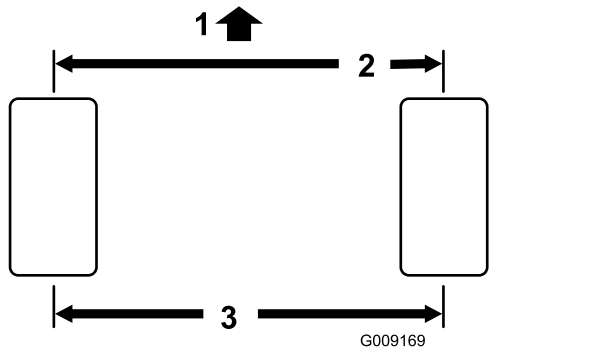

Bild 49
- Messen Sie den Abstand vorne und hinten an den Lenkreifen Mitte-zu-Mitte (auf Achshöhe). Der vordere Wert darf höchstens um 3 mm geringer sein als der hintere (Bild 49).